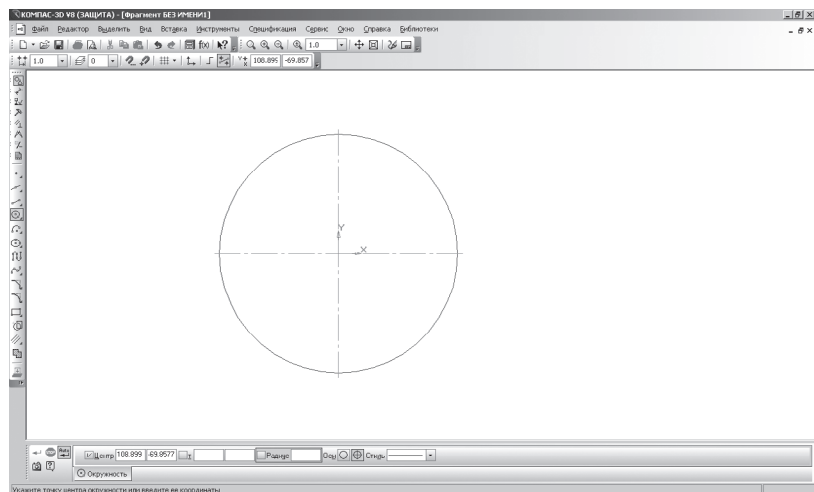

Рис. 23. Построение окружности
- проверьте правильность построения (рис. 23);